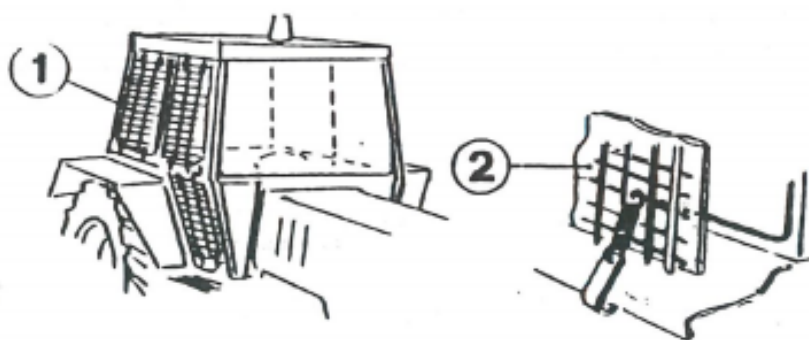

Рисунок 3
- Для защиты водителя от разлетающихся осколков на кабине оператора обязательно использование двух защитных решеток (1), иначе осколки разобьют окно кабины и ранят оператора. (рисунок 3)
- Для защиты кабины от мелких камней и осколков рекомендуется установить 5-миллиметровые листы поликарбоната (2) между решетками (1) и стеклом. (рисунок 3)